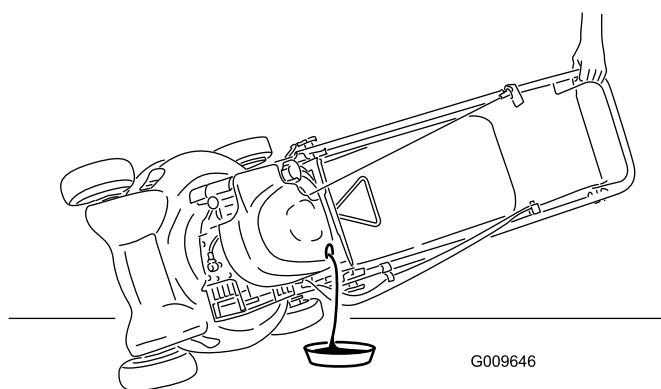

Figura 19
- Coloque el cortacésped de lado con la varilla de aceite hacia abajo para drenar el aceite usado a través del tubo de llenado de aceite (Figura 19).